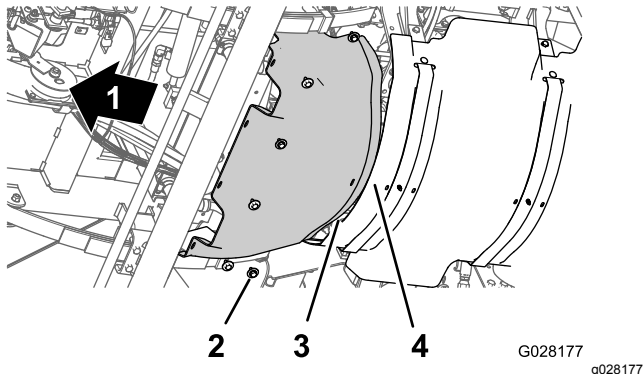

Figura 60
1. Allineate la flangia posteriore dello schermo termico anteriore sopra alla flangia anteriore dello schermo termico posteriore (Figura 60).
2. Allineate i fori sullo schermo termico anteriore con i fori filettati nello chasis (Figura 60).
3. Montate lo schermo termico anteriore alla macchina con i 6 bulloni a testa esagonale e le 6 rondelle (Figura 60) rimossi al passaggio 3 della sezione Rimozione dello schermo termico anteriore (pagina 52).